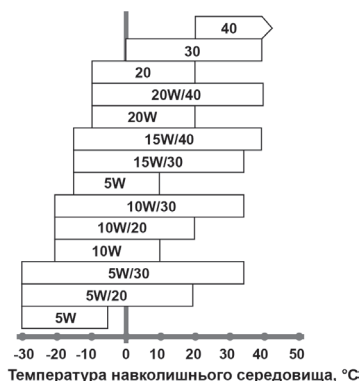

Рисунок 4. Відповідність марки моторного мастила залежно від температури довкілля.
3. Використовувати чисте мастило відповідної марки та густини залежно від температури довкілля (рис. 4).
Мастило класом густини 10W-30 за SAE рекомендовано для загального використання. Інші значення густини, наведені на рис. 4, можливо використовувати, якщо середня температура довкілля знаходиться в межах вказаного діапазону.